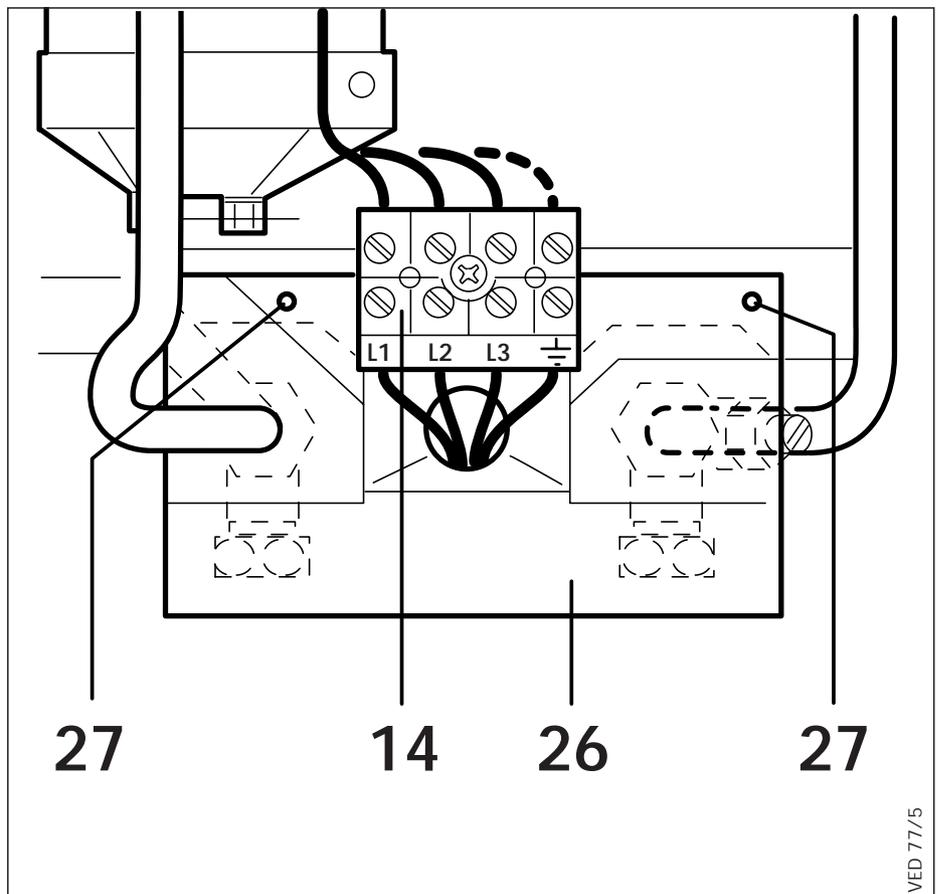

Abb. 6.2 Elektroanschluß von unten
Bei Elektroanschluß von unten (Abb. 6.2) die oben im VED .../4 EE angebrachte Klemmleiste (14) abschrauben. Die beiliegende rechteckige Strahlwasserschutztülle (26) über das einzuführende Kabel ziehen und auf die Befestigungsnocken (27) – unten an der Rückwand zwischen den Wasseranschlüssen – aufstecken.